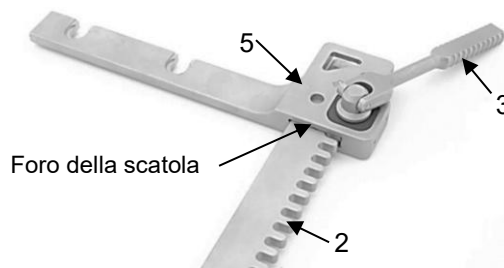

Fig. 8
Inserire la cremagliera (2) nell'incavo della scatola (5) fino a quando il pignone della leva di azionamento (3) non si innesta nella cremagliera (2) (Fig. 8).